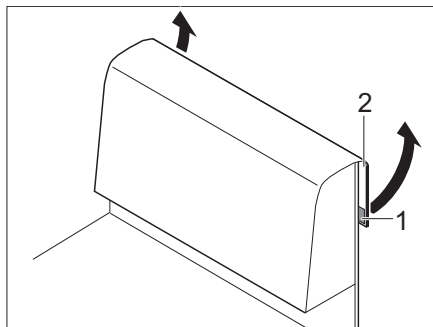

Fig. 71 Cojín del respaldo
- Suelte la unión de velcro (Fig. 71,1) en la solapa de tela (Fig. 71,2) en la parte trasera.
- Tire de la solapa de tela (Fig. 71,2) hacia arriba.